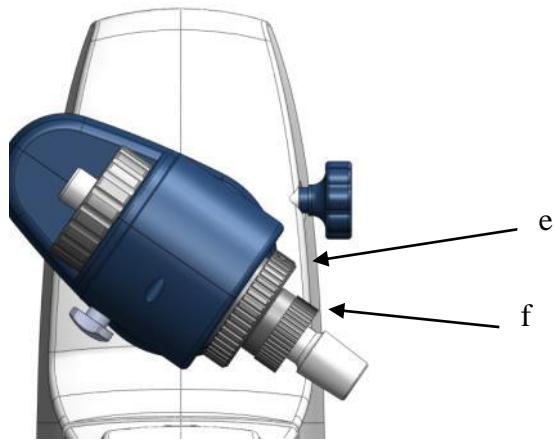

Рис. 9
- х) Поверните блокирующее устройство против часовой стрелки под углом 60° (е) (Рис.9).
- к) Пластиковый винтовой затвор (f) служит для соединения с испарительной колбой (Рис.9).